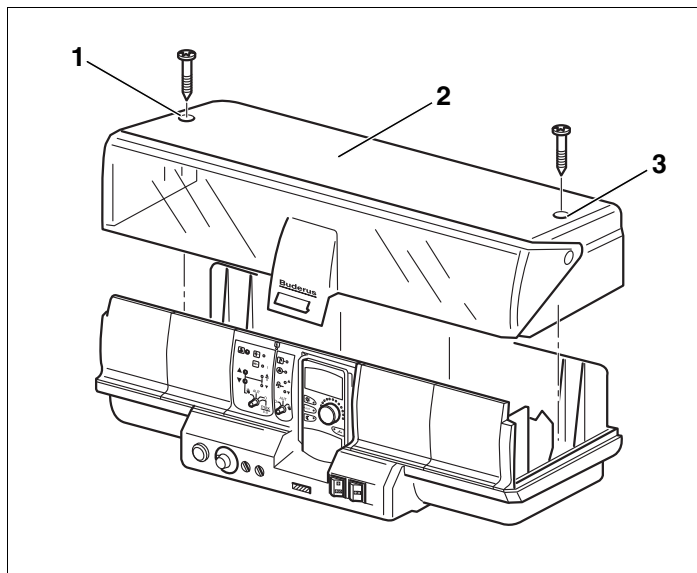

Рис. 20 Демонтаж крышки
(→ рис. 20, [1] и [3]).
- ▶ Снимите крышку (→ рис. 20, [2]).